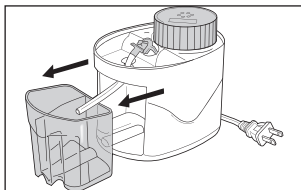

Fig. 4
- Quite el segundo tanque de llenado, Fig. 4.